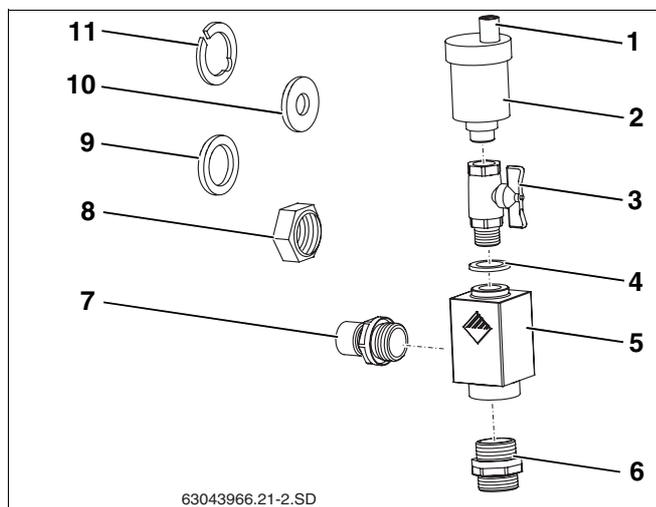

Fig. 36 Kit universale per disaeratori
Aperto la vite di chiusura viene disaerato l'impianto solare. Affinché non possa penetrare umidità nell'impianto solare attraverso la vite di chiusura aperta, durante il funzionamento il cappuccio di protezione (fig. 36, **pos. 1**) deve essere sempre posto sopra la vite di chiusura.
### Volume di fornitura del kit universale per disaeratori (fig. 36):